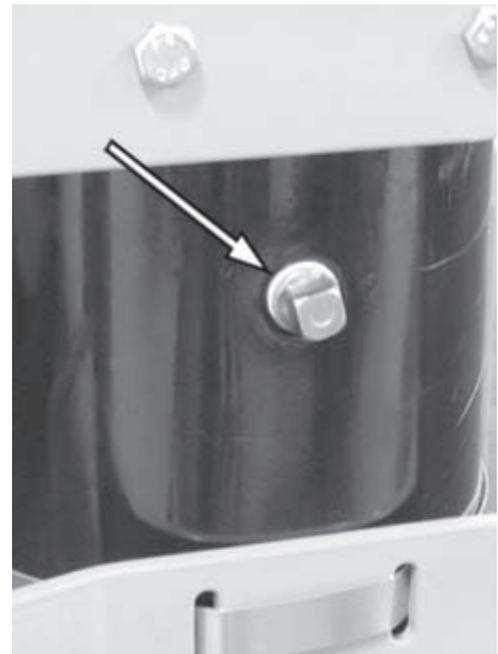

Figura 12.
3. Consulte la figura 12. Retire el tapón de llenado e inserte un embudo limpio con un filtro.